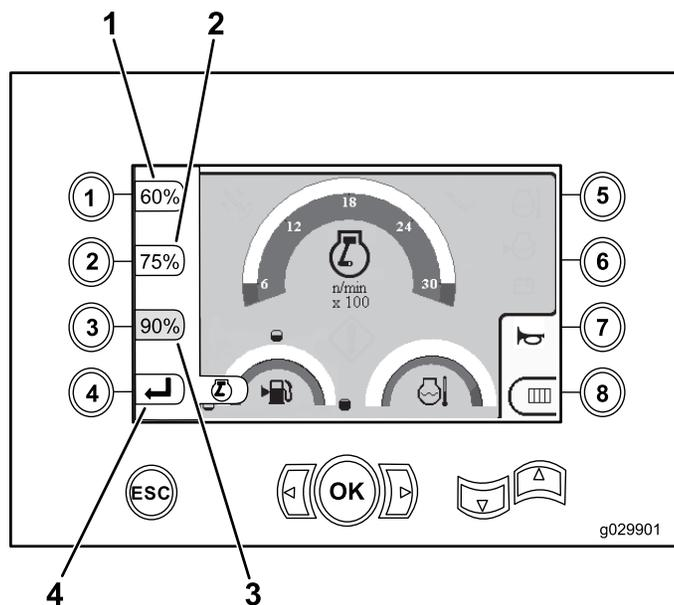

Figure 6
- Bouton 1 pour activer le régime moteur (tr/min) à 60 %, comme montré à la Figure 6.
- Bouton 2 pour activer le régime moteur (tr/min) à 75 %, comme montré à la Figure 6.
- Bouton 3 pour activer le régime moteur (tr/min) à 90 %, comme montré à la Figure 6.
- Bouton 4 pour retourner à l'écran principal (Figure 6).